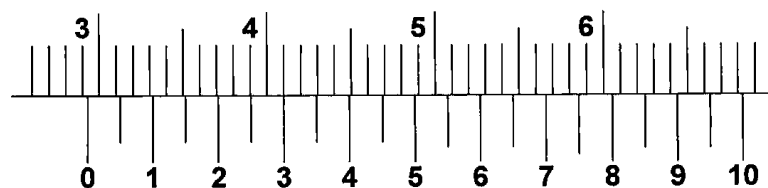

Fig.3
- 5) si misura il diametro con un calibro ventesimale, il cui nonio indica la misura raffigurata in **Fig.3**: il candidato descriva cosa si può desumere riguardo al rispetto della tolleranza e alla lavorazione in atto.